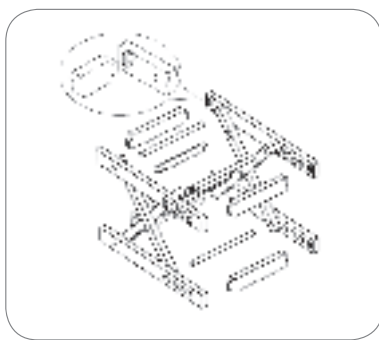

图 1-58 连接方式
3. 桌面和木框之间采用自攻螺钉连接，木框、支撑脚的木料之间采用榫卯连接，如图 1-58 所示。